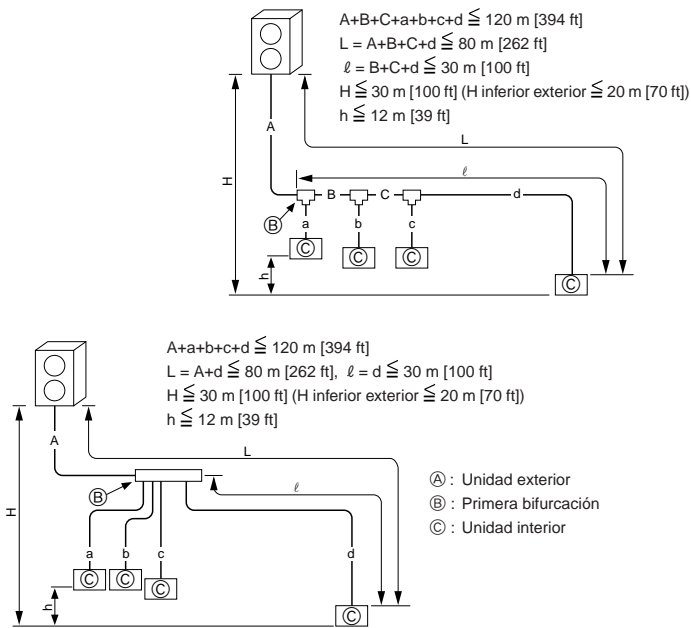

Fig. 4-1
- La Fig. 4-1 muestra un sistema de tuberías de ejemplo.
- Aplique una capa delgada de aceite refrigerante a la superficie tubo y de la junta de asiento antes de apretar la tuerca de abocardado. (A)
- Utilice dos llaves de apriete para apretar las conexiones de los tubos. (B)
- Aplique aceite refrigerante para máquinas en toda la superficie abocinada. (C)
- Utilice las tuercas abocardadas para el siguiente tamaño de tubería. (D)